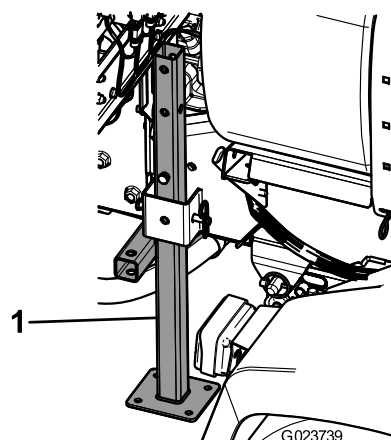

図 48
3. 車両後部のロープ掛けポイントの近くのフレーム部に、後ジャッキスタンドを逆さにしてフレームに差し込む 図 48